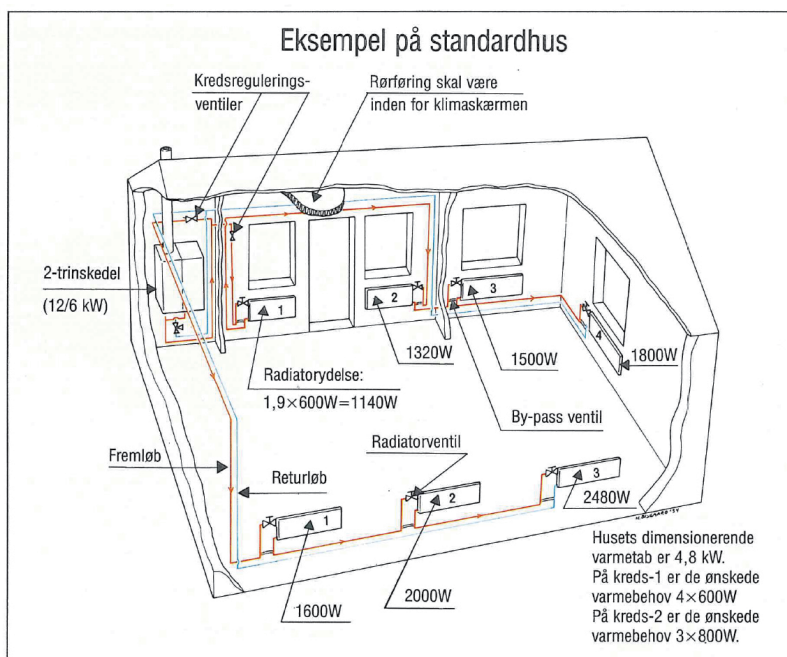

Fig. 1 1-strengs anlæg med to kredse. Kreds-1: 4 radiatorer. Kreds-2: 3 radiatorer
De ønskede varmebehov skal ganges med en faktor for at finde den rigtige radiatorydelse. For varmeanlægget på fig. 1 ses faktorerne i tabellen. Ved andre anlæg kan faktoren bestemmes ved hjælp af radiatorkataloger.
Af tallene for varmeanlæg og kedel på Fig. 1 fås hermed:
Rørene skal udlægges for det største af de to udregnede flow (350 l/h). Ifølge Fig. 1 er varmebehovet lige stort i kreds-1 og kreds-2. Derfor skal flowet fordeles ligeligt i de to kredse (175 l/h pr. kreds). Tryktabene fra flowet i rørene må ikke blive for store. Derfor bør et tryktab på 0,5-1,0 hPa/m (0,5-1,0 mbar/m) overholdes. For kobberør fås følgende sammenhæng mellem flow og rørdimension: Med rørflow på 350 l/h og 175 l/h aflæses rørdimensionerne af tabellen. Hermed skal røret fra kedel til opdeling være 22 mm og rørstykkerne i kreds -1 og -2 være 18 mm. Denne fremgangsmåde kan både sikre en passende vandgennemstrømning i lette væghængte gaskedler (reduktion af risikoen for vekslertilstopning) samtidig med, at elforbrug til pumpen ikke bliver for stor.
- Samme antal radiatorer pr. kreds (ved forskelligt antal skal der anbringes kredsreguleringsventiler som vist på Fig. 1).